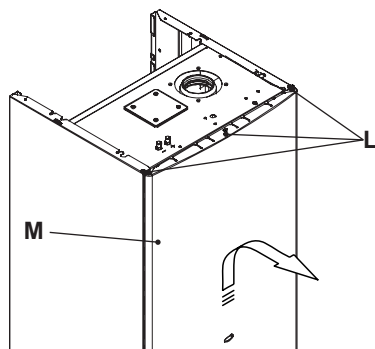

Fig. 5.14
• Togliere il pannello frontale della caldaia come illustrato. Togliere le viti L. Rimuovere il pannello frontale M spostandolo verso l'alto in modo da liberarlo dai ganci inferiori Fig. 5.14.
- Svitare le viti e rimuovere il coperchio copri morsettiera Fig. 5.14.